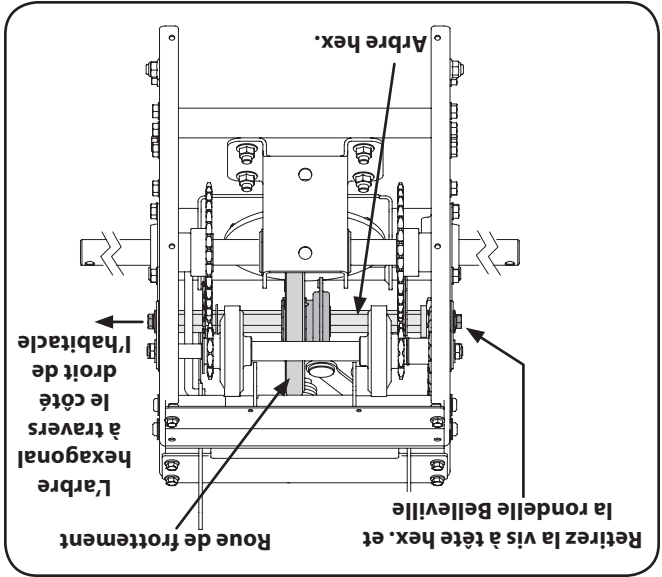

Figure 7-11
- Tenez la roue de frottement et dégagez l'arbre hexagonal d'écartement sur la gauche de l'arbre hex. va tomber et le pignon devrait rester accroché dans la chaîne. Voir la Figure 7-11.